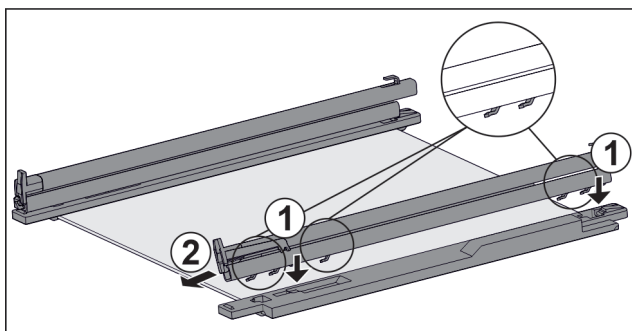

Fig. 57 Скляна пластина з рейками та деталями для підтримки
- ▶ Одягти гаки рейки на отвори **лівої** деталі для підтримки. Fig. 57 (1)
- ▶ Потягніть рейку вперед. Fig. 57 (2)
- ▶ Одягти гаки рейки на отвори **правої** деталі для підтримки. Fig. 57 (1)